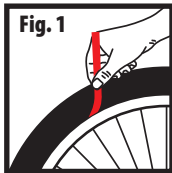

Fig. 1
- 1 Per individuare la foratura, rimuovere la camera ad aria dallo pneumatico (Fig.1), gonfiarla ed immergerla in una vaschetta contenente acqua.
- 1 To locate the puncture, first remove tube from tyre (Fig.1), then inflate and immerse into water.
- 1 Para localizar el pinchazo, quitar la cámara del neumático (Fig.1) e inflar y sumergir en el agua.